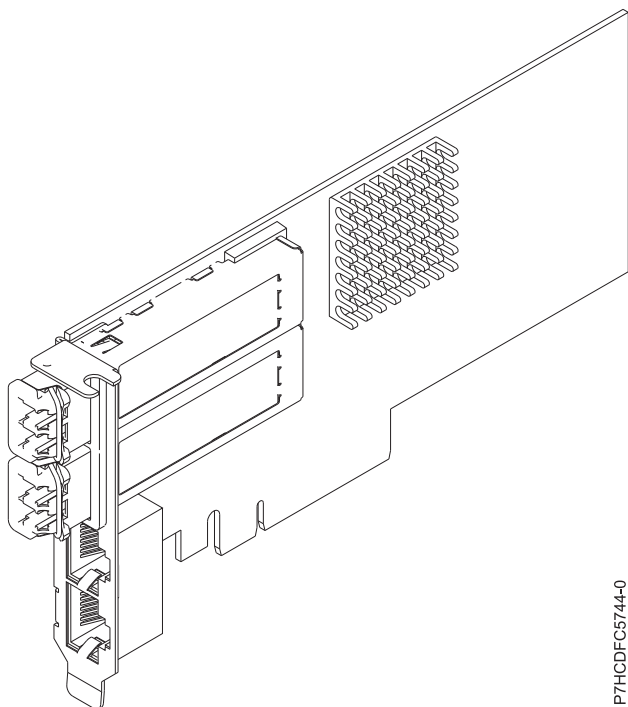

図 30. PCIe2 LP 2x10GbE SR 2x1GbE UTP アダプター
PCIe2 LP 2x10GbE SR 2x1GbE UTP アダプターは、PCI Express 第 2 世代、4 ポート・イーサネット Unified Wire アダプター (PCI Express 2.0 ホスト・バス・インターフェース付き) です。このアダプターは、クラウド・コンピューティング、仮想化、ストレージ、およびその他のデータ・センター・アプリケーション向けに最適化されています。4 個のポート・アダプターが 2 個の 10 Gb イーサネット・ポートと 2 個の 1 Gb イーサネット・ポートを提供します。この 2 個の 10 Gb スモール・フォーム・ファクター・プラグ可能 (SFP+) 単一ルート (SR) トランシーバー・ポートが、ネットワーク内の他のサーバーまたはスイッチとの接続に使用されます。各 SFP+ (SR) ポートは公称データ速度 10 Gbps (G ビット/秒) でのイーサネット接続を提供し、最大ケーブル長が 5 m (16.4 ft) の SFP+ 銅線平衡型ケーブルを使用します。各 RJ45 ポートは、データ速度 1 Gbps でイーサネット接続を提供します。アダプターのリンク集約およびフェイルオーバー・フィーチャーは、冗長度および高可用性を必要とする重要なネットワーク・アプリケーションに最適です。94 ページの図 30 は、FC 5745 アダプターを示しています。